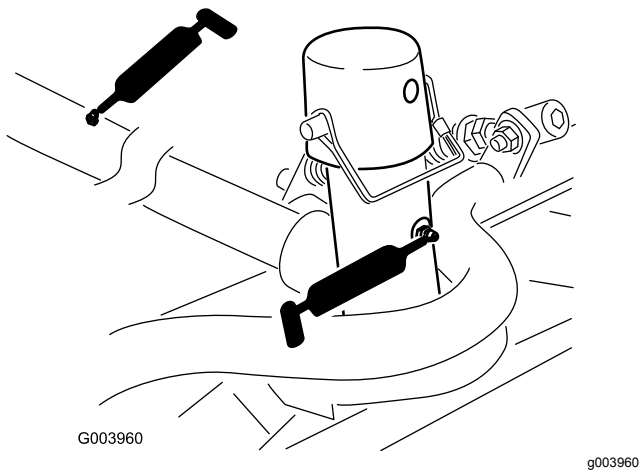

Figura 64
- Bastidor de tiro y pivote de la unidad de corte (2 en cada) (Figura 64).